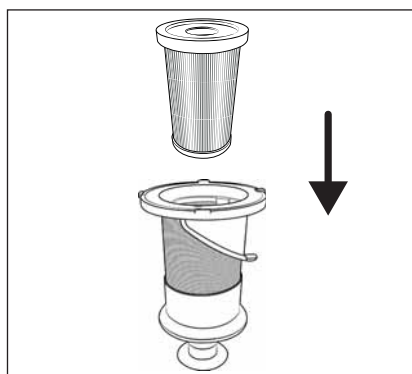

Fig. 22
- No gire el filtro de acero inoxidable (6) mientras lo inserta en el depósito de polvo (7). Observe también las dos marcas de puntos en el filtro de acero inoxidable (6) y en el depósito de polvo (7) para colocar bien el filtro de acero inoxidable (6).
- 7) Inserte el filtro HEPA (5) en el filtro de acero inoxidable (6) (consulte la fig. 22).